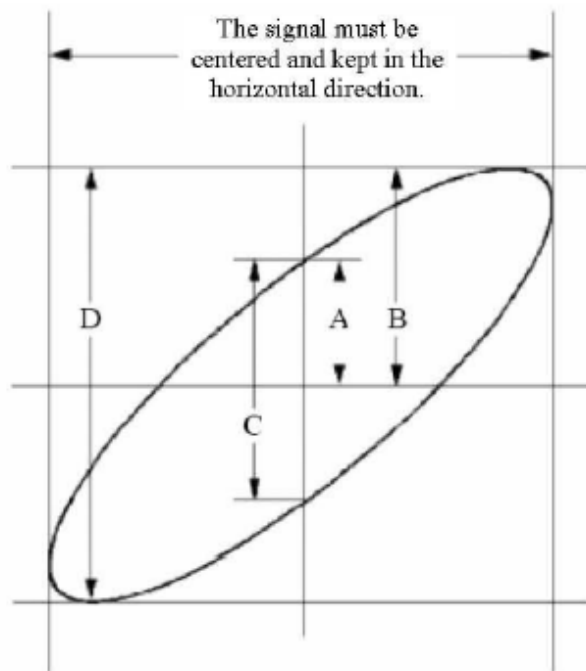

Abb. 107 Lissajousfigur
8. Beobachten und berechnen Sie die Phasendifferenz mit der elliptischen Oszillogramm-Methode (siehe Abb. 107).